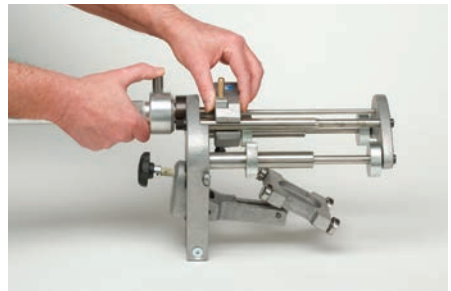

Abb. 2
- Entriegelungsknopf **(9)** drücken und Messergehäuse **(7)** ganz an die Frontplatte **(3)** heranfahren (Abb. 2).